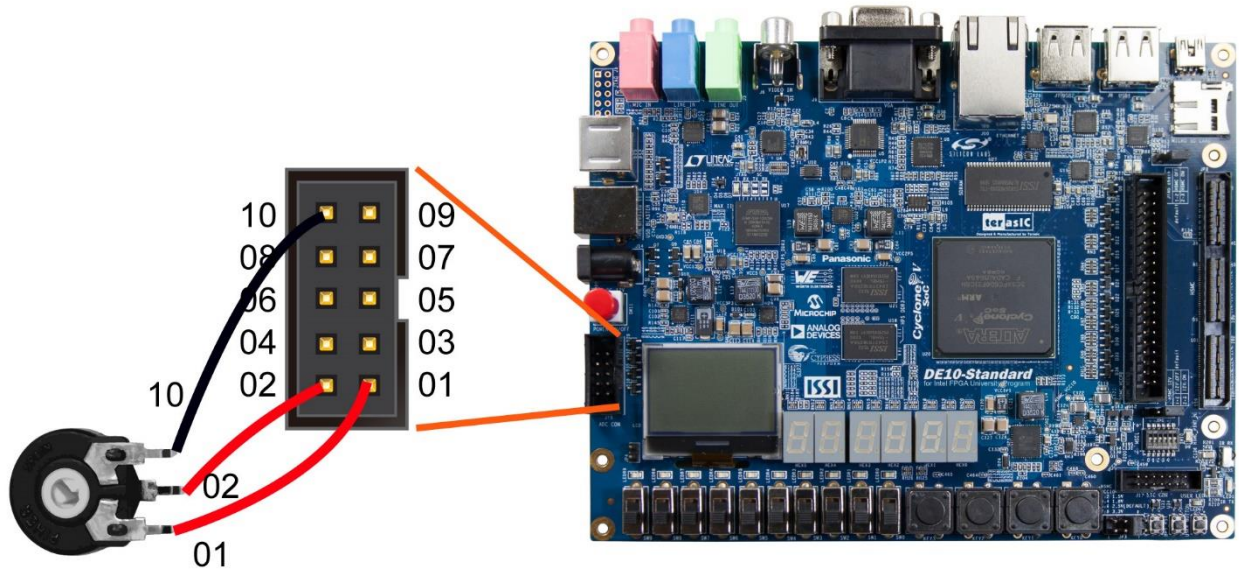

图 5-25 ADC 读取示例的硬件连接设置
- 如图5-25所示，将微调器连接到2x5引脚连接头上对应的ADC通道。同时连接好+5V和GND信号。图中所示的微调器连接到ADC的通道0。